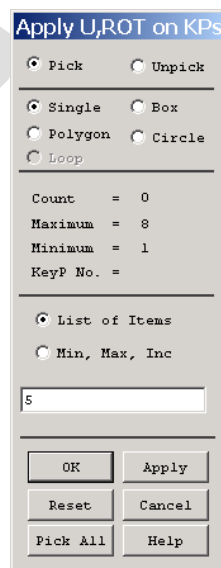

图5.8 选择待施加约束的关键点
(4) 接下来对关键点 5 施加所有位移约束。单击 Main Menu>Solution>Define Loads>Apply>Structural>Displacement>On Keypoints 菜单，弹出如图 5.8 所示的图形拾取对话框。在文本框中输入【5】或者用鼠标在图形视窗中选择关键点 5，然后单击【OK】按钮。